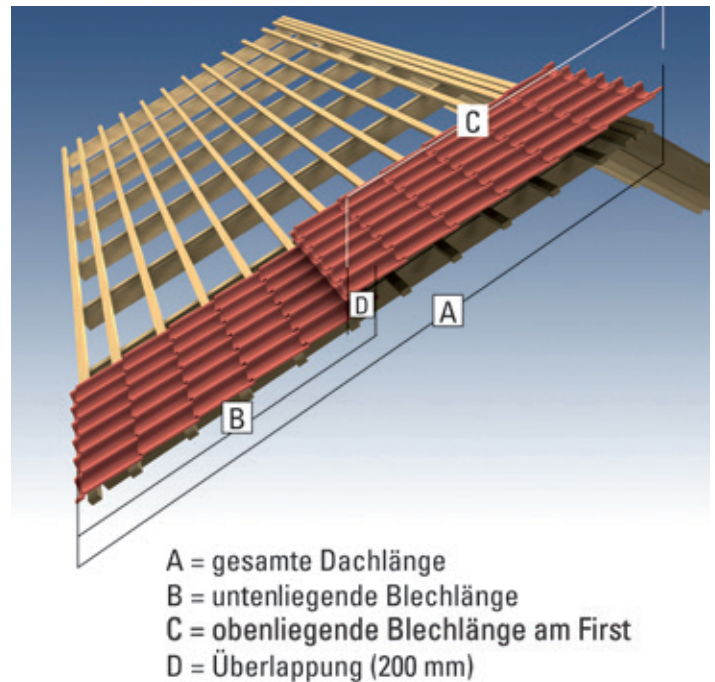

Abb. 9
* Dieses Maß zur Hauptplattenlänge addiert, ergibt die Gesamtplattenlänge, vorausgesetzt die Montage erfolgt in **einer** Plattenlänge. Andernfalls Überlappungsvorschrift (Abb. 9) genau beachten!